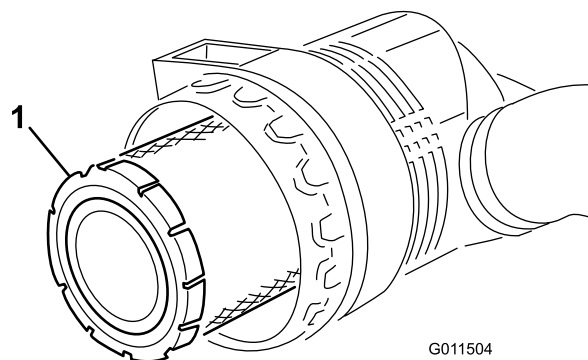

Figura 55
5. Retire e substitua o filtro primário (Figura 55).